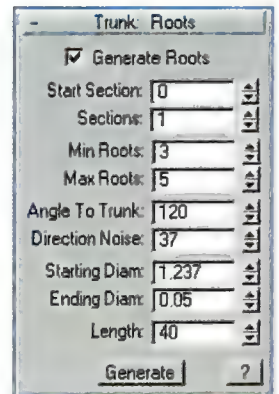

IMAGEN 13. LAS DISTINTAS CARACTERÍSTICAS PARA LA CREACIÓN DE LAS RAÍCES.
- **Roots:** esta propiedad está solamente activada en el nivel *Trunk* ya que se refiere a las raíces. En la imagen 13 tenéis todas las opciones disponibles. Podemos activar la aparición o no de las raíces con *Generate Roots*. *Start Section* dirá al programa en qué punto debe empezar a insertar las raíces. 0 es el valor por defecto, ya que así se pondrán en la base. Aumentar dicho valor hará que aparezcan en lugares más altos. *Sections* es el número de secciones en las que queremos que aparezcan raíces. La imagen 14 tiene activada 4 secciones. El número de raíces que aparecerán en cada sección vendrá comprendido entre los valores establecidos en *Min Roots* y *Max Roots*. *Angle to Trunk* es el ángulo que queremos que tengan las raíces respecto al tronco, mientras